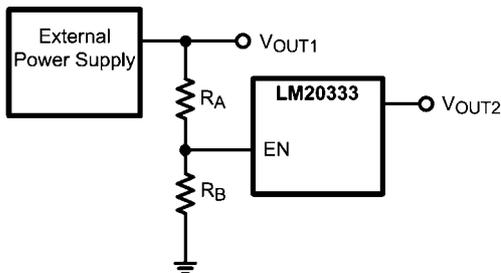

FIGURE 5. Sequencing LM20333 with Precision Enable
LM20333 は、入力電圧が 4.25V (typ) に達しない限りスイッチングしないよう、アンダーボルテージ・ロックアウト保護回路を内蔵しています。アンダーボルテージ・ロックアウト・スレッショルドには 350mV のヒステリシスがあり、デバイスが起動中にパワー・オン・グリッチにตอบสนองするのを防ぎます。設計ガイドラインの Figure 5 に示すとおり、必要に応じて、高精度イネーブル・ピンおよび V_{IN} に接続された抵抗分圧ネットワークを使うことにより、電源のターンオン点を変更できます。
LM20333 の高精度イネーブル (EN) ピンおよびパワーグッド (PGOOD) ピンを使って、多くのシーケンス要件に対応できます。Figure 5 に示すとおり、2 つの外部抵抗を使用することにより、高精度イネーブル・ピンで LM20333 のターンオンを制御できます。